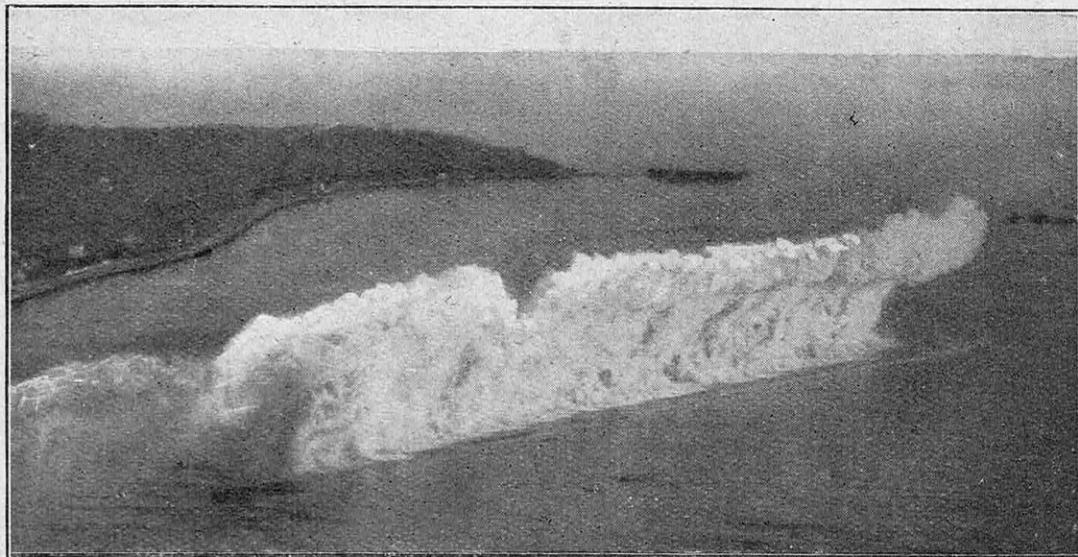

FIG. 8. — RIDEAU DE FUMÉE PRODUIT PAR UN AVION POUR AVEUGLER UN NAVIRE DE SURFACE ET L'ATTAQUER A PETITE DISTANCE
la figure 8, soit par des obus fumigènes (1).